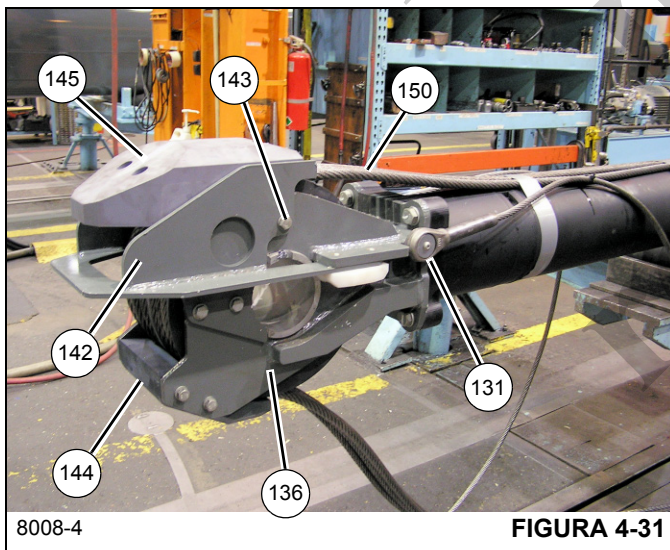

FIGURA 4-31
13. Instale os quatro parafusos de nivelamento (93) e oito porcas (28) na extremidade da lança.
14. Fixe a extremidade oposta dos dois cabos de retração do telescópio 4 (131) ao conjunto de montagem do cilindro telescópico (136) usando os parafusos (149) e arruelas lisas (148) (consulte a Figura 4-31).